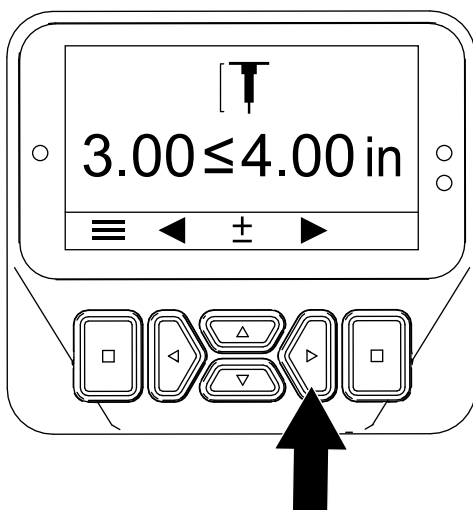

Figura 47
- Prima o botão direito para mostrar o ecrã que permite configurar a profundidade dos furos (Figura 47).